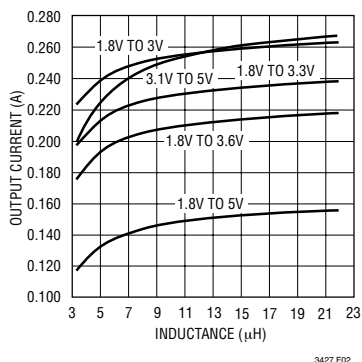

图 2：效率为 90% 时最大输出电流与电感的关系曲线
LTC3427 的输出电流能力与电感值的近似关系由下面的 (1) 式给出，并用图 2 进行了图示。